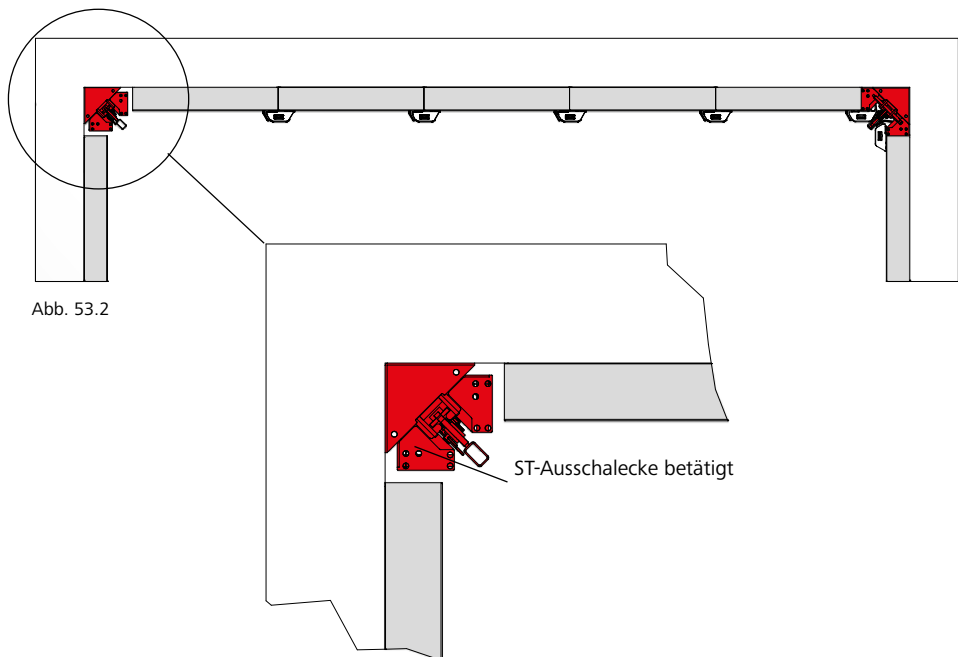

Abb. 53.2
2. ST-Ausschalecke betätigen (Abb. 53.2 und Seiten ST-XT-50 bis -52).